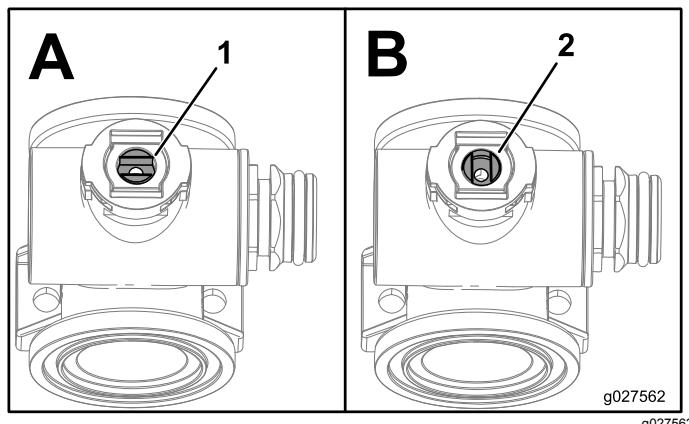

**Figura 104**
3. Rimuovete il collettore della valvola di sezione dalla macchina (Figura 104).